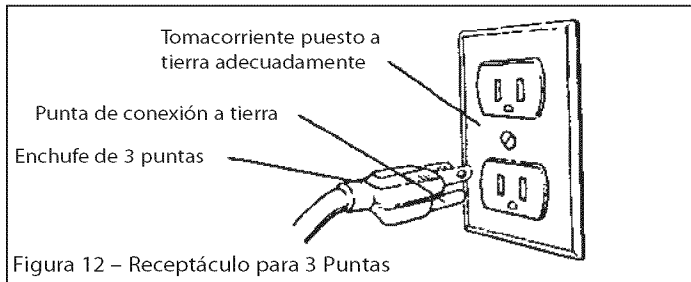

Figura 12 – Receptáculo para 3 Puntas
- Ponga la llave en el perno hexagonal y ajústelo hasta que la mesa esté a escuadra con la hoja de la sierra (véase la Figura 12).
- El enchufe de conexión a tierra debe conectarse directamente a un receptáculo para 3 puntas instalado y conectado debidamente a tierra, tal como se muestra en la Figura 12.